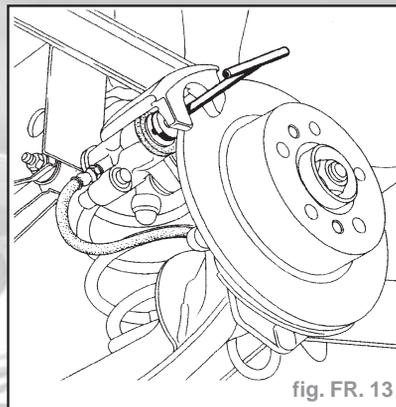

fig. FR. 13
- Repousser le piston en le vissant à l'aide de l'outil **Fre. 1190** jusqu'à ce qu'il soit au fond de son alésage (fig. FR. 13).